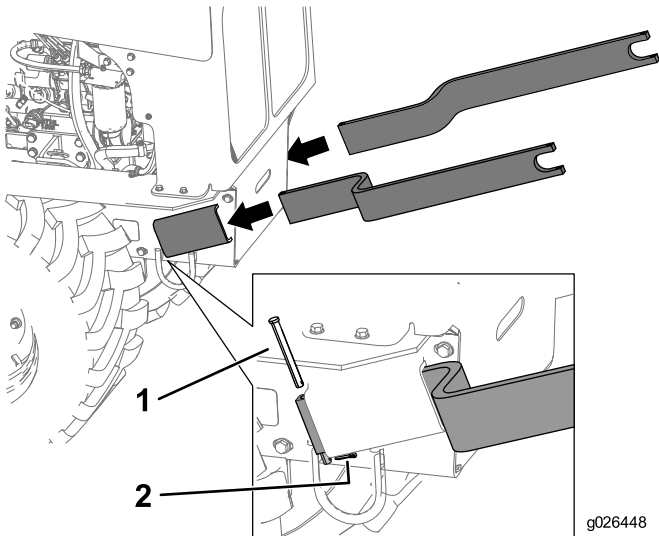

Figure 1
1. Insérez les bras du porte-bobine dans les profilés de chaque côté de la machine, comme montré à la Figure 1, et fixez-les au moyen d'une goupille fendue et d'un axe de chape.